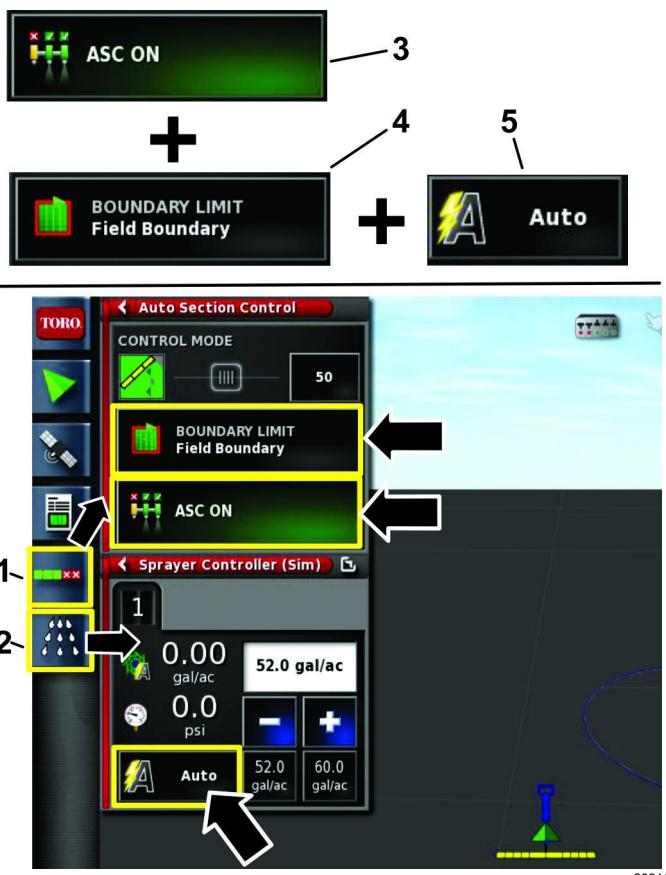

Bild 22
1. Wählen Sie das ASC-Symbol und das Sprühsteuergerät-Symbol, um diese Bildschirme zu öffnen (Bild 22).
2. Bringen Sie das ASC-Symbol in die EIN-Stellung, die Bereichsgrenze in die BEREICHSGRENZE-Stellung und die Dosierung in die AUTO-Stellung (Bild 22).